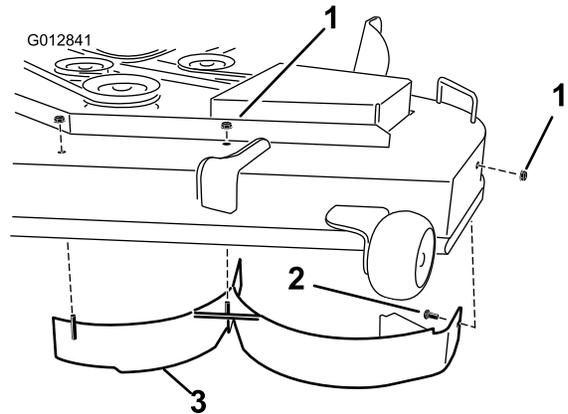

Рисунок 14
- На 48-дюймовых деках установите левый дефлектор при помощи 3 гаек (5/16 дюйма) и 1 каретного болта (5/16 x 3/4 дюйма), как показано на Рисунок 14.